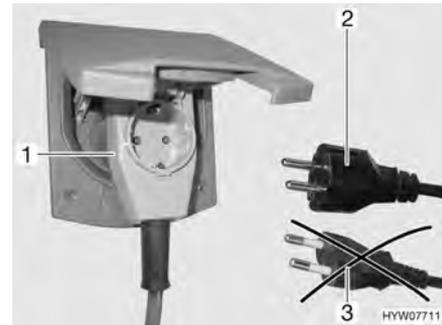

Fig. 110 Collegamento ad un connettore ad angolo provvisto di presa
- ▶ Se si impiega un connettore ad angolo CEE 17 provvisto di una presa integrata sulla parte posteriore (Fig. 110,1), utilizzare esclusivamente una spina IP 44 gommata e sigillata con contatto di terra (Fig. 110,2). Non utilizzare spine senza contatto di terra (Fig. 110,3). Pericolo di scarica elettrica!